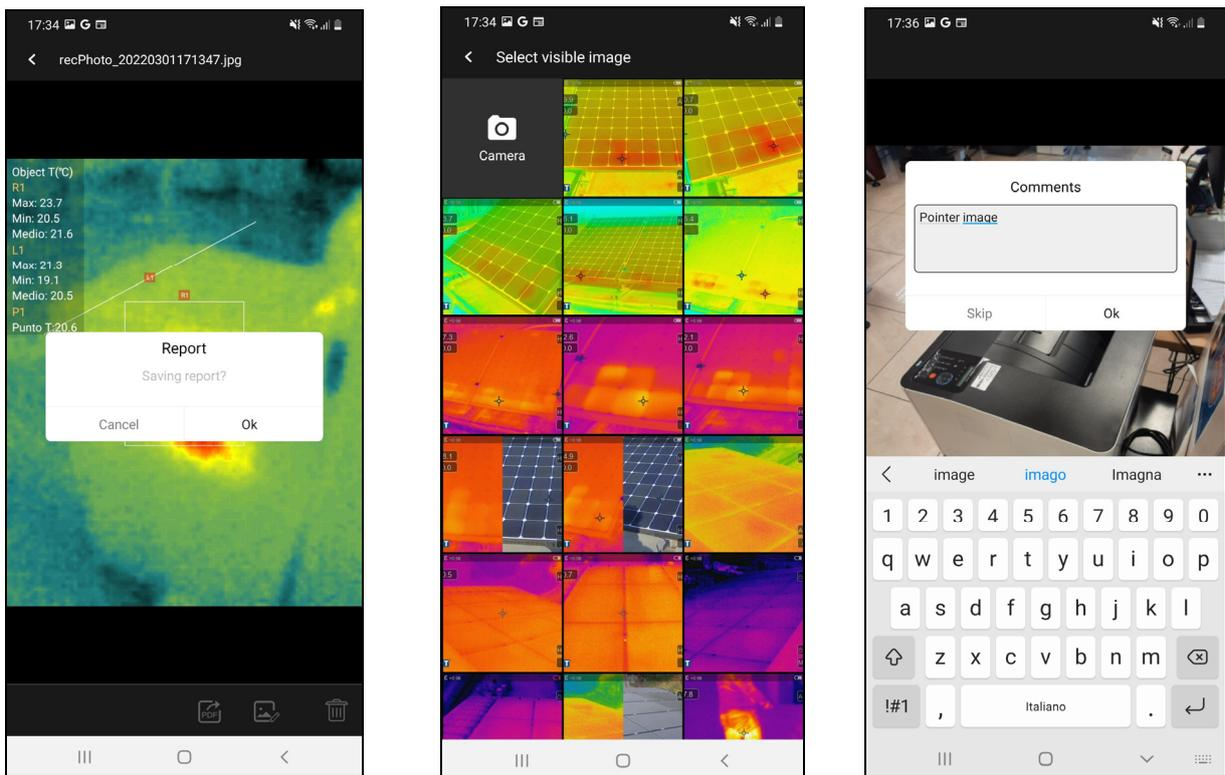

Fig. 12: Criação de relatório PDF
2. Clique no ícone  para executar a criação do relatório PDF associado à imagem seleccionada. O ecrã da Fig. 12 - lado esquerdo é apresentado no ecrã. Confirmar com "OK" para iniciar a operação.
3. Seleccione uma imagem visível entre as disponíveis no dispositivo móvel ou tire uma fotografia instantânea do objeto em vista (ver Fig. 12 - parte central)